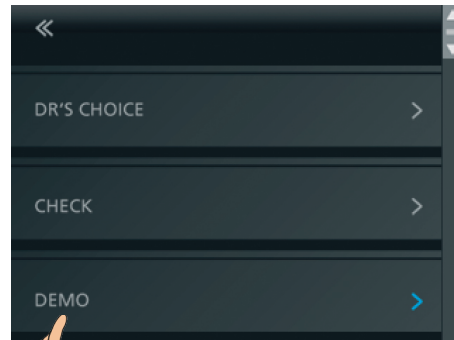

Fig. 36: Seleccione DEMO
- Diríjase al menú de Ajustes y seleccione la función DEMO (Fig. 36).